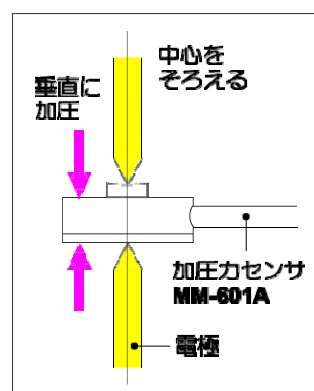

図 13
- ① 加圧力調整ノブを回し、加圧力の目盛を「4」に合わせます。
- ② 図13のように、加圧力計が入るスペースをとってください。
- ③ ケーブルペダルを踏み、そのまま止めます。